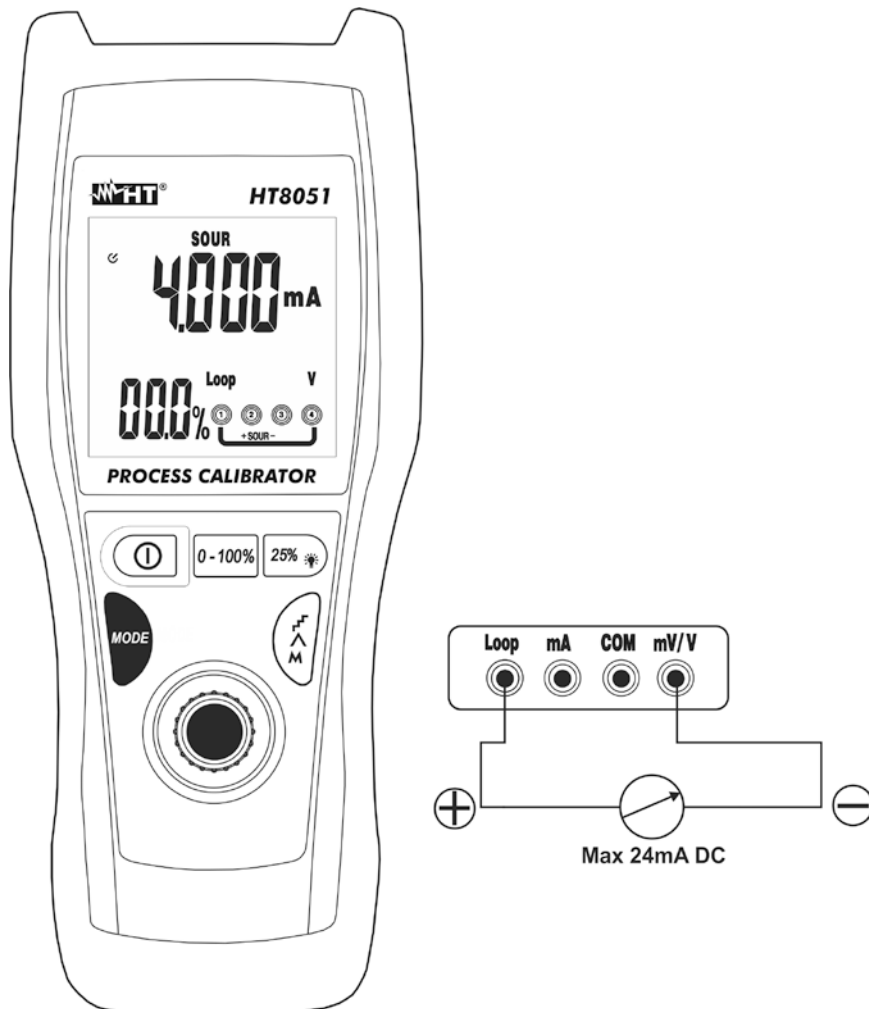

Abb. 6: Erzeugung von Gleichstrom
5. Verbinden Sie die grüne Messleitung und die schwarze Messleitung mit dem jeweils positivem und negativem Potenzial des externen Gerätes, das versorgt werden muss (siehe Abb.6)
6. Zur Erzeugung des negativen Stromwerts wechseln Sie die Messleitungen in die umgekehrte Richtung in Bezug auf den Anschluss in Abb. 6.